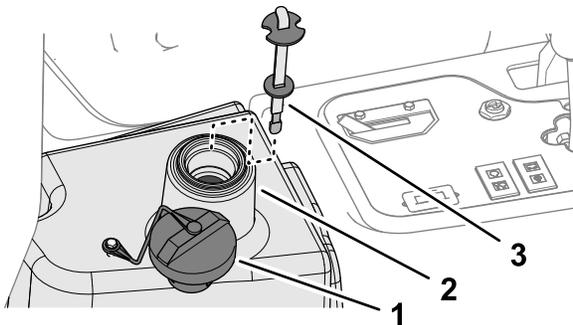

Figure 87
4. Versez environ 22,7 L (6 gal américains) de liquide hydraulique dans le réservoir (Figure 87); voir Spécifications du liquide hydraulique (page 62).